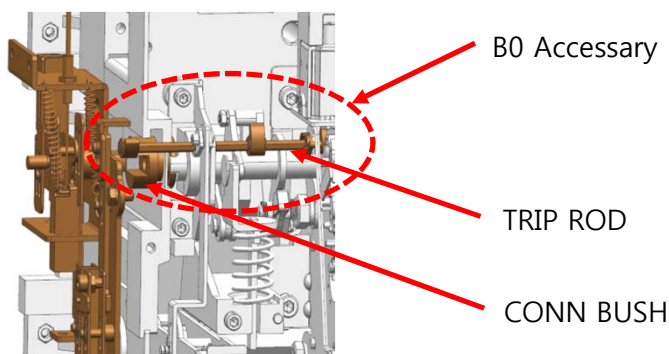

FIG 2
2. 두대 또는 세대의 제품을 연동하는 M/I는 본체 내부에 ON/OFF 시 Interlock과 연계되는 부품이 추가되어야 합니다. (FIG 2)
when M/I interlocking over two or three breakers. (FIG 2)